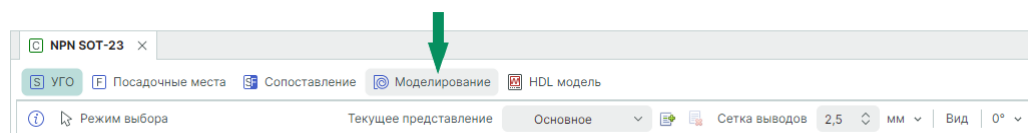

Рис. 14 Переход на вкладку «Моделирование»
2. Перейдите на вкладку «Моделирование», обозначенную кнопкой  Моделирование для добавления SPICE-модели, см. Рис. 14.